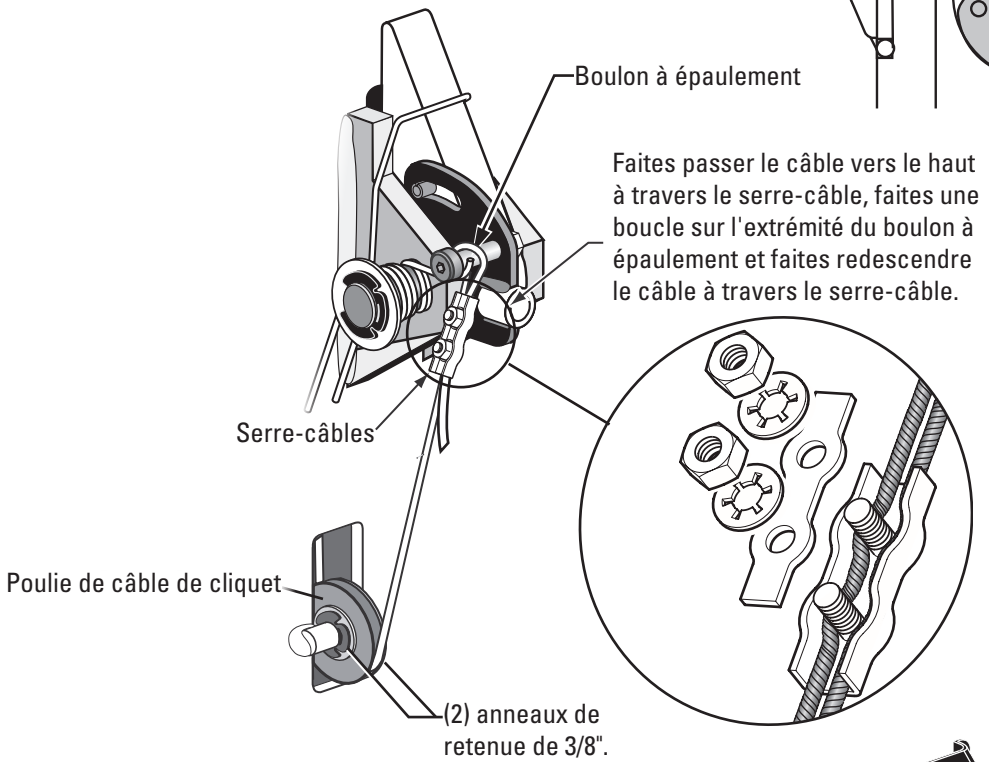

Fig. 19
- G) Faites descendre le câble à l'intérieur de la colonne de gauche et faites passer l'extrémité du câble dans la fente de la poulie de câble du cliquet inférieur de façon à ce que le câble se retrouve à l'extérieur de la colonne, Fig. 19.
- H) Installez la poulie du câble de verrouillage et les anneaux de retenue dans la fente Bouchon de la colonne du groupe d'alimentation comme indiqué, Fig. 19.
- I) Faites passer le câble sous la face inférieure de la poulie de câble du cliquet, Fig. 19.
- K) Insérez le câble dans le serre-câble le long d'un côté, faites une boucle autour de la vis à épaulement et redescendez, en insérant le câble le long de l'autre côté du serre-câble, Fig. 19. Remettez le dessus sur le collier, en serrant à peine.
- L) Ensuite, tirez la plaque de commande vers le bas, Fig. 18 et Fig. 19, pour éliminer tout jeu entre la fente de la plaque de commande et l'axe de l'ergot de cliquet, Fig. 18.